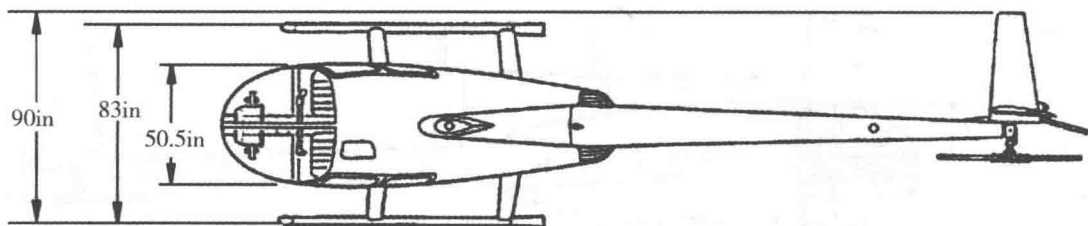

图 1-1 装雪橇的 R44 俯视图(从上向下看)
(1) 安装了雪橇式起落架的 R44 主要用于执行陆地飞行任务, 其整体尺寸图如图 1-1~图 1-3 所示。